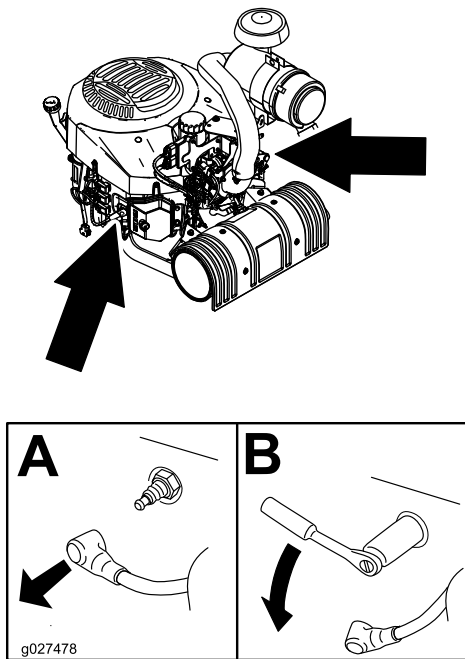

Bild 37
3. Ermitteln und entfernen Sie die Zündkerze(n), wie in Bild 37 abgebildet.